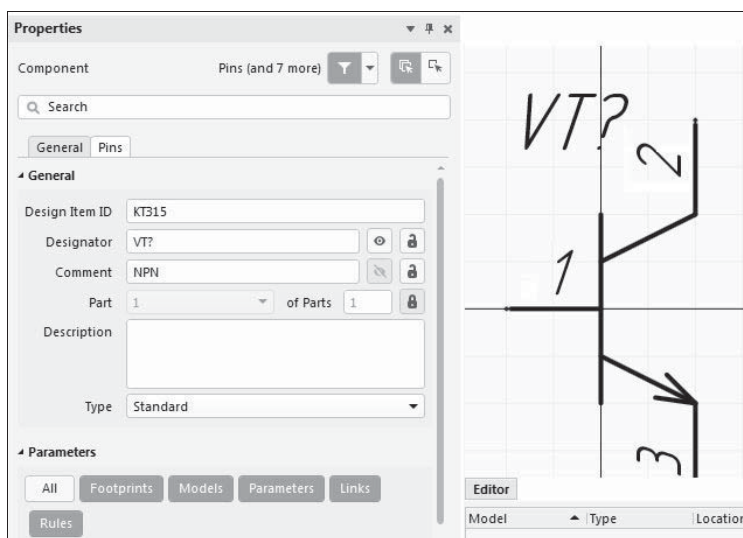

Рис. 2.7. Редактирование свойств компонента
5. Двойным щелчком левой кнопки на имени создаваемого компонента в панели **Sch Library** активизировать панель **Properties**. Панель откроется в режиме **Component** — редактирования свойств нового компонента (рис. 2.7).